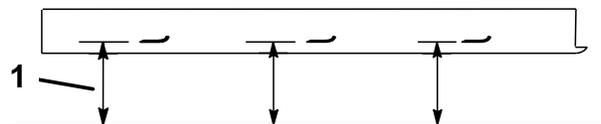

Figure 56
2. Mesurez la distance entre la surface plane et le tranchant (position A) des lames (Figure 56). Notez cette valeur.